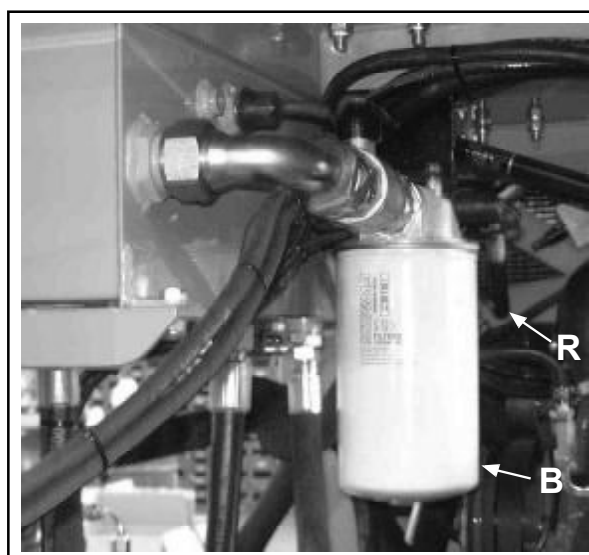

FIG. 21
Neem hiervoor het bovenste deksel (C) af, haal het interne patroon eruit (BESTELNUMMER: 99012007), was hem met kwast en diesel en blaas erop met perslucht; vervang hem als hij beschadigd is. Op de installatie is ook een externe filter (B - Fig. 21) gemonteerd (onder de olietank) voor de translatiepomp (vooruitgang).
• Overvoeding onder 16 bar:	Controleer het filter (B - Fig. 21 pag. 242) onder de tank. Let op dat het kraantje (R - Fig. 21 pag. 242) van de filter onder de tank open staat.